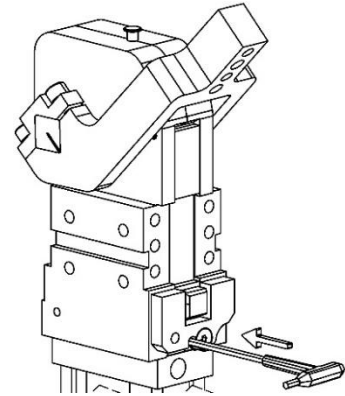

Imagen 3
- Ponga una llave con Ø máx. 4 mm en el orificio y empuje el resorte aplicando una fuerza  $\geq 100$  N; (Imagen 3)